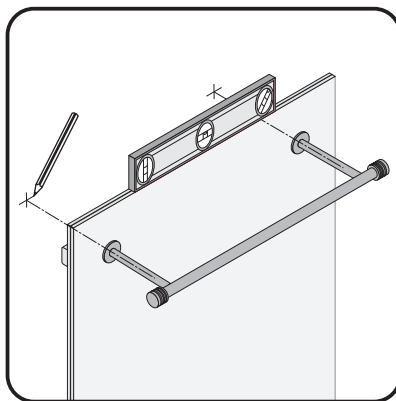

Рис. 19
4.14. Приложите дизайн-радиатор шпильками к стене. При помощи строительного уровня установите правильное положение дизайн-радиатора (рис. 19).
4.15. Зафиксировав дизайн-радиатор в правильном положении, сделайте метки грифельным карандашом (рис. 19).